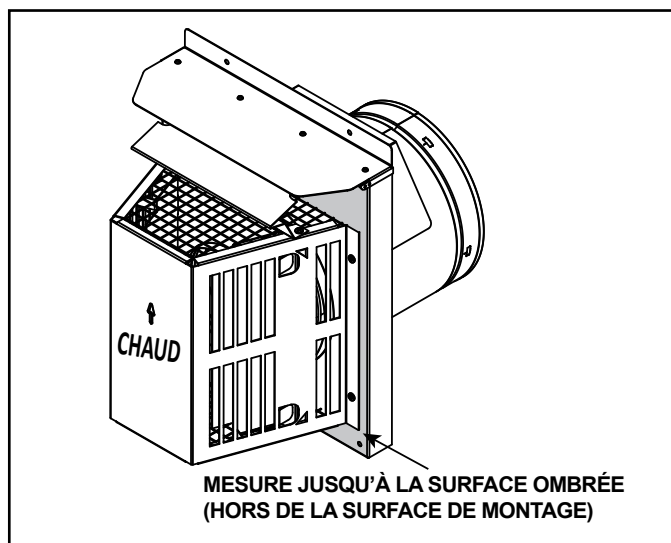

Figure 4.9 Mesure par rapport à la surface extérieure de montage
- Les extrémités horizontales sont mesurées par rapport à la surface de montage extérieure (bride du chapeau de l'extrémité). Voir la Figure 4.9.